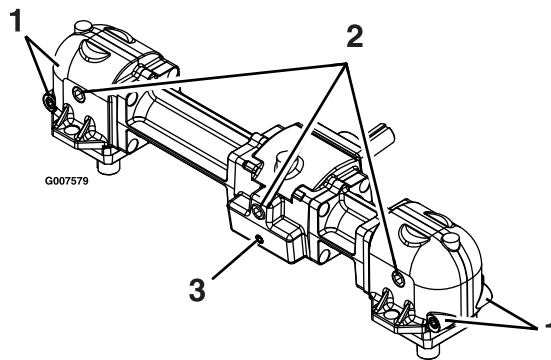

**Рисунок 36**
3. Снимите ограждение, чтобы получить доступ к редуктору (Рисунок 36).